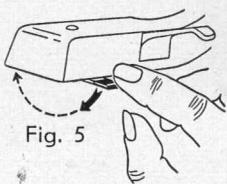

Fig. 5
2.15 Choisir l'aiguille à l'aide du levier localisé sur la cartouche comme suit: pour tous disques stéréophoniques et à micro-sillons "16, 33, 45" (face rouge vers le haut); pour tous disques ordinaires "78" (face verte vers le haut) (Fig. 5).
2.15 Colocar la aguja de exploración con ayuda de la palanca, que se encuentra en el sistema fonocaptor, en la posición adecuada, es decir para todos los discos con grabación en microsúrsicos y estereofónica en 16, 33, 45 (lado rojo hacia arriba) y para todos los discos de grabación en surco normal en 78 (lado verde hacia arriba) (Fig. 5).
2.15 Abtaststift einstellen mit Hebel am Abtastsystem für alle Mikro- und Stereorillen-Platten auf 16, 33, 45 (rote Seite nach oben) und für alle Normalrillen-Platten auf 78 (grüne Seite nach oben) (Fig. 5).
2.15 Set stylus with lever on cartridge for all micro- and stereo-groove records on 16, 33, 45 (red side upwards) and for all standard-groove records on 78 (green side upwards) (Fig. 5).